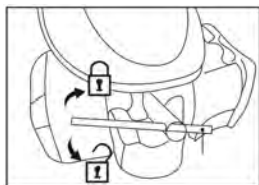

Fig. 30
2. Slăbiți bujia în sens invers acelor de ceasornic folosind cheia pentru bujii (33) și îndepărtați-o cu grijă (Fig. 30).